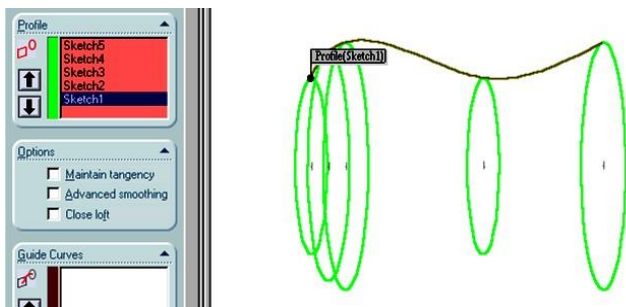

Рис. 5.2. Эскиз контура
10. Аналогично выполнить эскизы в виде окружностей в остальных плоскостях (см. табл. 5.1 и рис. 5.2).